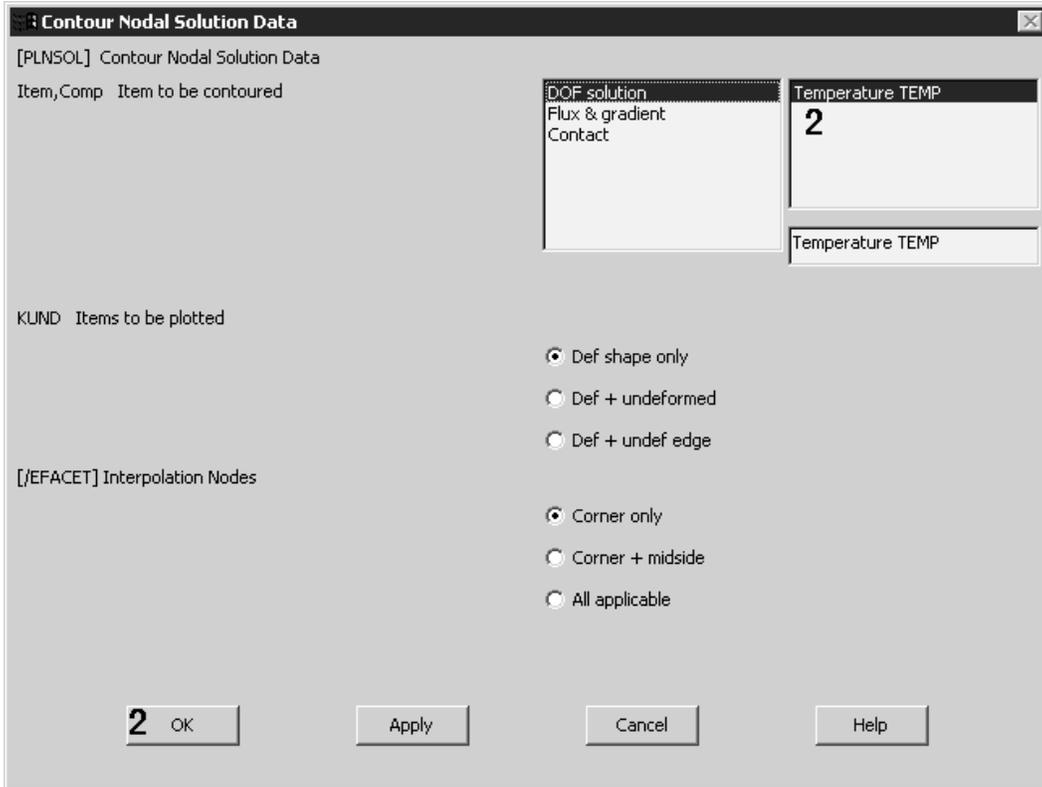

图 12.23 云图显示求解的温度分布
1. 云图显示结果。选取菜单路径 Main Menu | General Postproc | Plot Results | Nodal Solu，将弹出彩色云图显示结果对话框，如图 12.23 所示。